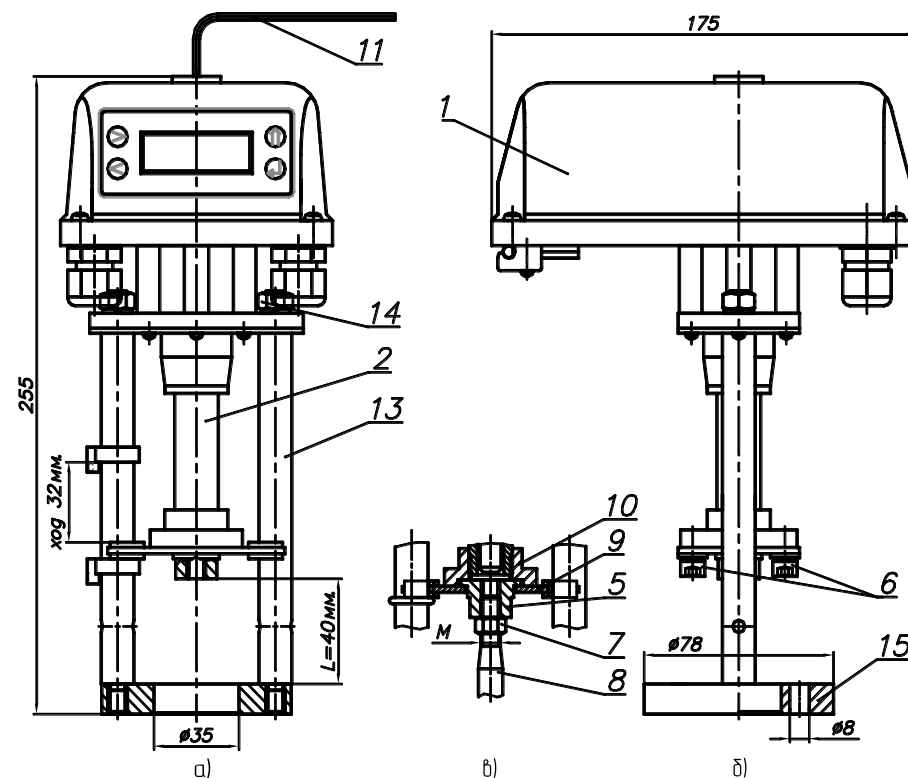

Рисунок 1 - ВЭП-228М
- электропривод (см. рис. 1 – поз.1);
- винтовая передача (см.рис.1 – поз.2).